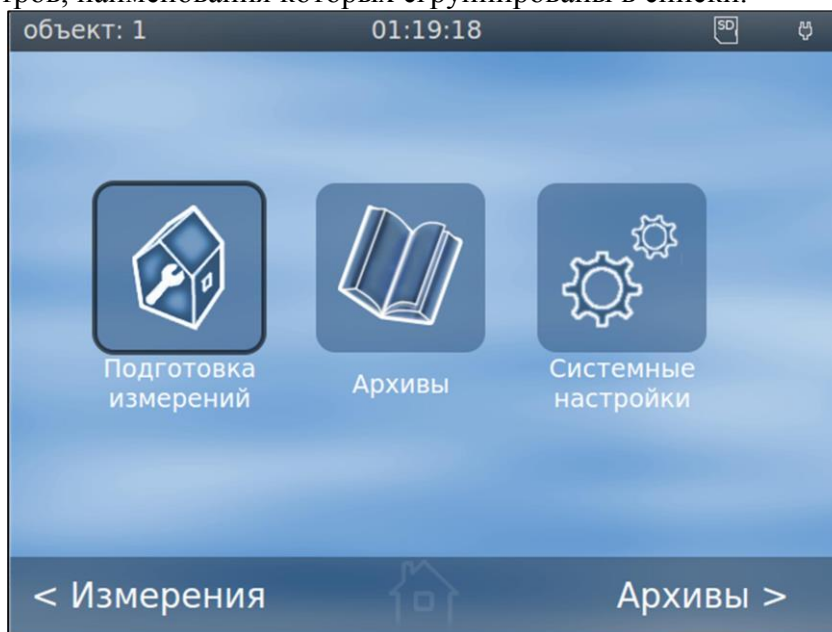
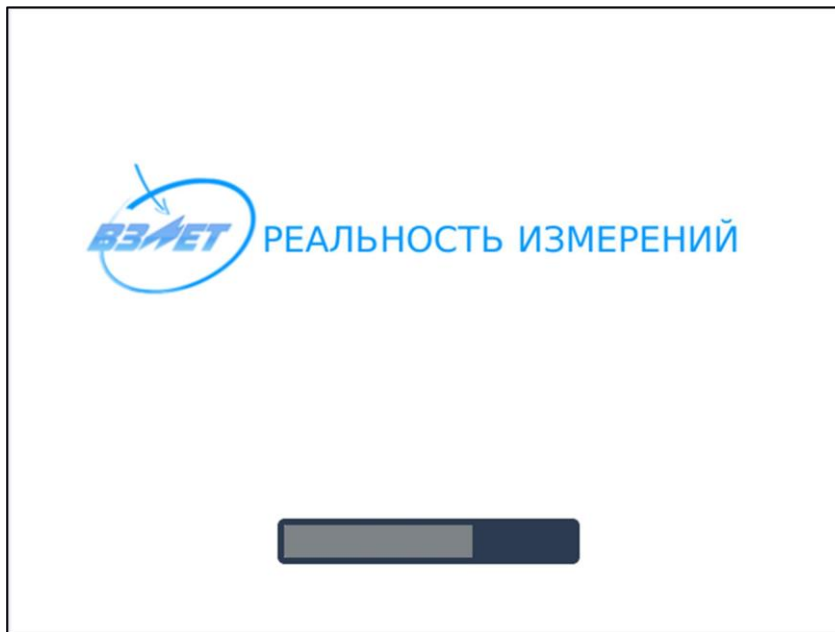

Рис.4 - Основное меню
Рис.7 - Заставка на дисплее в режиме самотестирования
3.1.1 Для управления расходомером с клавиатуры используется многоуровневая система меню (см. приложение Г), состоящая из основного меню (см. рис.4), подменю, команд и параметров, наименования которых сгруппированы в списки.
3.3.1 Для ввода цифровых или списочных параметров возможно использование функции «in-touch» дисплея. Для входа в какое-либо подменю из основного меню достаточно прикоснуться пальцем или каким-либо предметом (карандаш, авторучка) к иконке **Подготовка измерений**, **Архивы** или **Системные параметры** (см. рис.4).
4.1 Для включения расходомера необходимо нажать и несколько секунд удерживать кнопку . Прибор входит в режим самотестирования, на дисплее индицируется заставка (см. рис.7). По окончании самотестирования на дисплей выводится основное меню (см. рис.4).